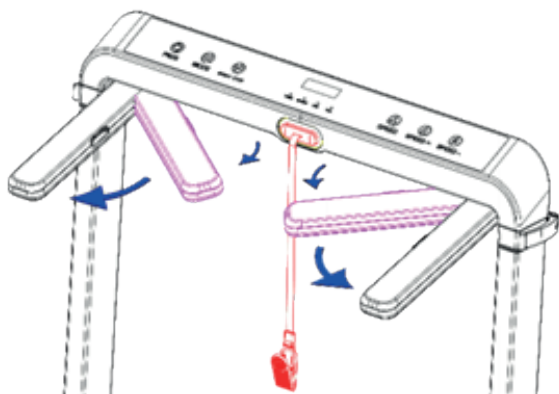

Figura 1
Paso 3. Si solo usa la función de correr o caminar, puede usar el equipo normalmente después de completar los pasos anteriores; Si desea utilizar la función de oficina, abra el asa como se muestra a continuación (Figura 1) . Luego saque la mesa, colóquela en el mango e inserte la hebilla de la mesa en la posición correspondiente en el pequeño reposabrazos para el uso normal de la mesa. (Figuras 1 a 4)